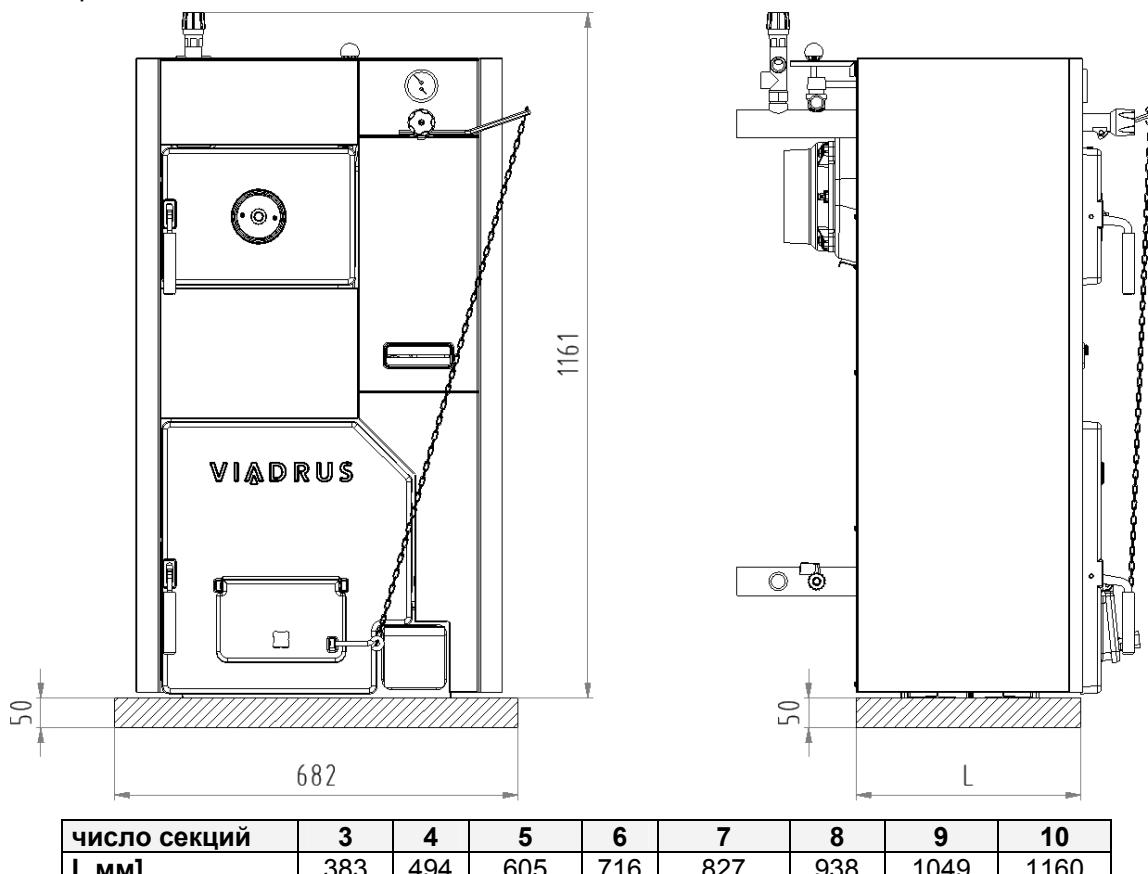

Рис. 5 Размеры цоколя
1. Расположение на полу из негорючего материала (рис. 5)